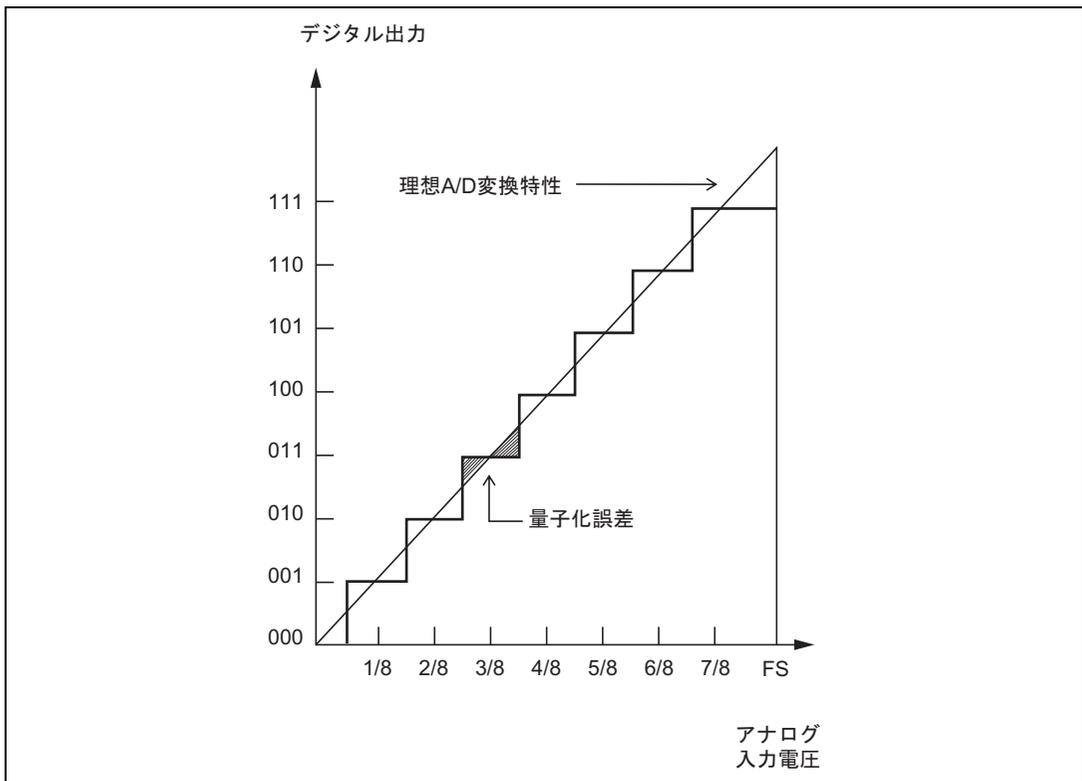

図 15.9 A/D 変換精度の定義 (1)
- 量子化誤差……………A/D 変換器が本質的に有する偏差であり、1/2LSB で与えられる（図 15.9）。